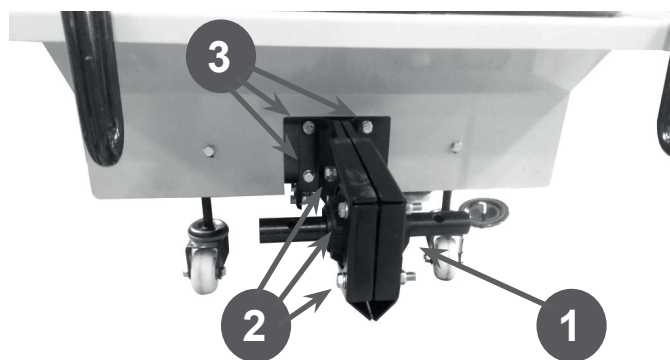

Рис. 26 Снятие кожуха редуктора
3. Открутите болты крепления половинок кожуха друг к другу и к корпусу щетки и снимите обе половинки кожуха редуктора (Рис. 26).